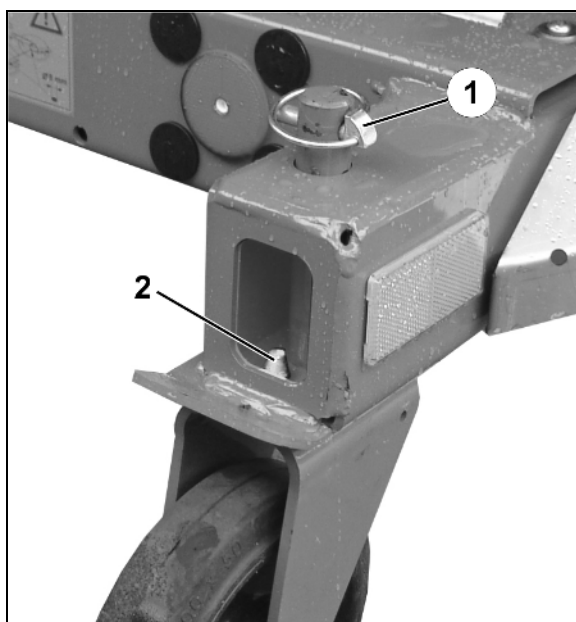

Fig. 29
6. Faste ruller bag (Fig. 29)
- o Monter, og foretag sikring med split (Fig. 29/1),
Når de faste ruller monteres, skal du sikre, at boltene (Fig. 29/2) går gennem boringen i rammen og dermed holder rullerne i længderetningen.